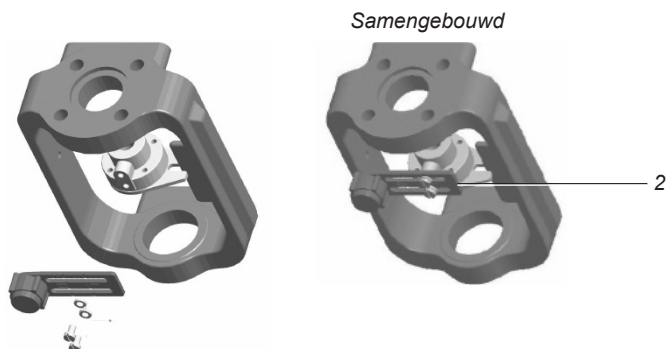
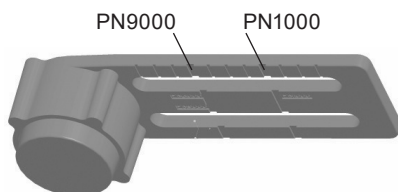

Fig. 6
Fig. 7 Markeringen op beugel
5.2.2 Schuif de beugel (2) naar links of rechts (Fig. 6) in de correcte positie. Voor een Spirax-Sarco pneumatische servomotor is de correcte positie gemarkeerd op de beugel. (Fig. 7).